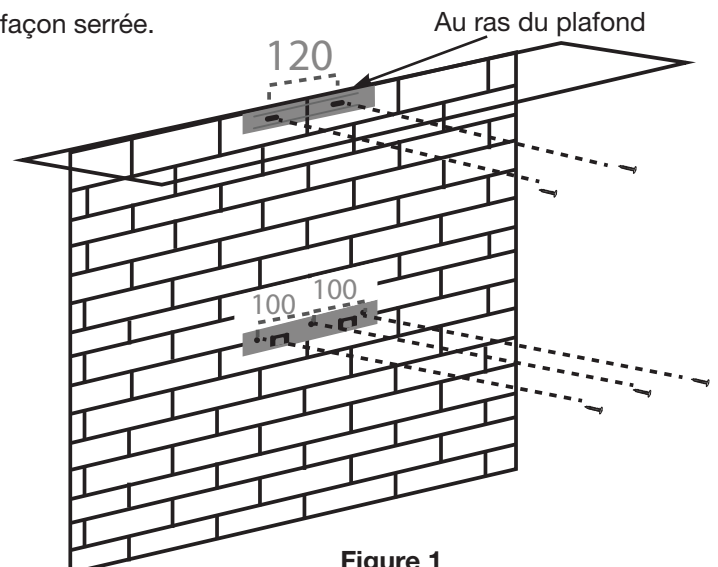

Figure 1
- La hotte sera fixée à ce support (voir la figure 1).
- Percez 2 trous selon la grandeur du support de montage. Le support de montage supérieur doit être positionné au ras du sommet de la cheminée à l'extérieur (voir figure 1).